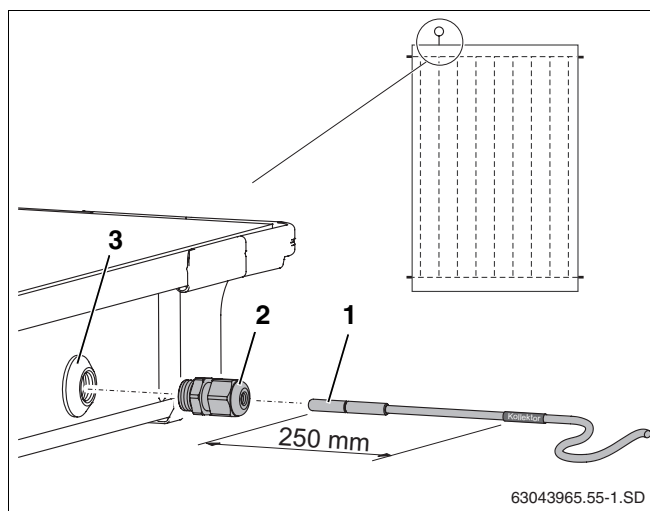

Fig. 31 Deslizar la sonda en el colector
Para que la instalación solar funcione correctamente es necesario deslizar la sonda del colector (fig. 31, **pos. 1**) hasta el tope (corresponde a aprox. 250 mm) en el tubo guía de la sonda.
- ▶ Perfore con la sonda del colector o con un destornillador la capa de impermeabilización del paso de la sonda (fig. 31, **pos. 3**).
- ▶ Enrosque el prensaestopas (fig. 31, **pos. 2**) en el paso de la sonda.
- ▶ Apriete el prensaestopas (fig. 31, **pos. 2**) y, en caso necesario, haga contrafuerza.
Si ha perforado el paso de la sonda (fig. 31, **pos. 3**) del colector equivocado, puede volver a impermeabilizarlo con el tapón incluido en el juego de conexión. Previamente debe retirar la tuerca que se encuentra en el paso de la sonda con la ayuda del pasacable (fig. 31, **pos. 2**).